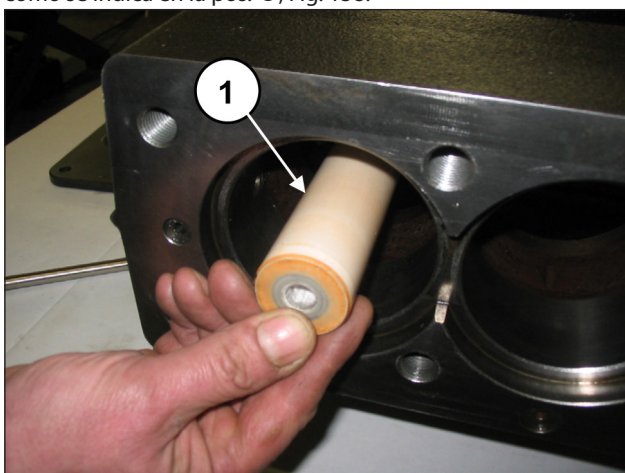
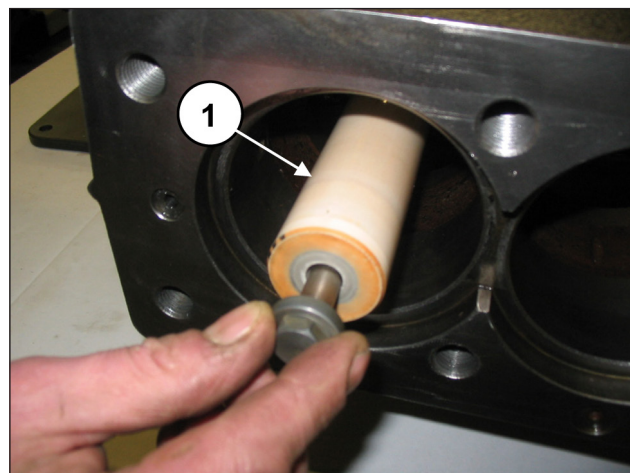

Fig. 157
Fig. 158
Montar los pistones en las guías (pos. ①, Fig. 157) y extraerlos como se indica en la pos. ②, Fig. 158.